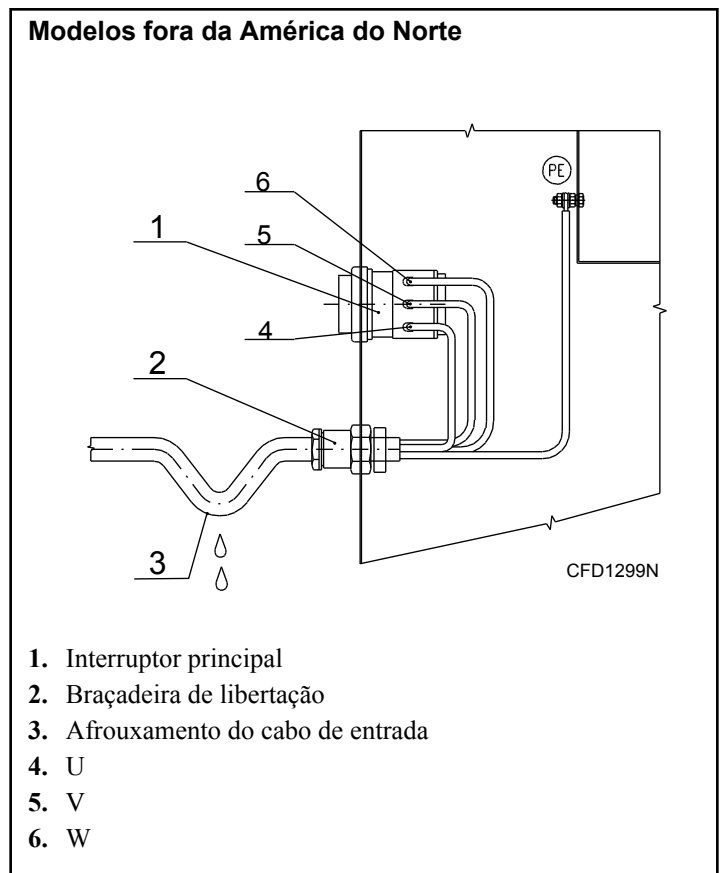
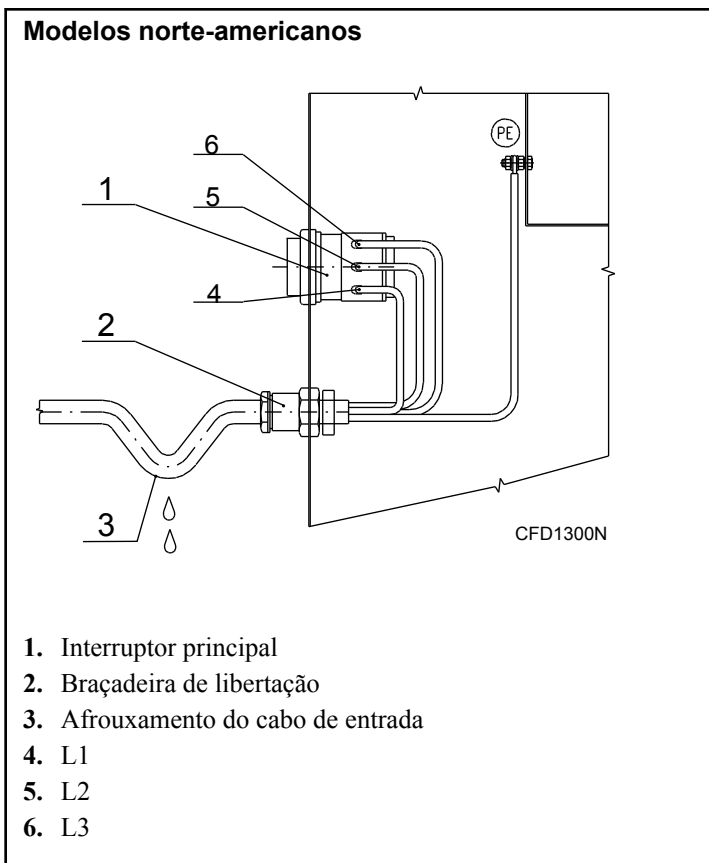

Figura 43
Figura 44
3. Com condutores entrançados, utilize tubos de extremidade de fio com uma manga isoladora (6) para os condutores L1/U, (L2/V), (L3/W), (N). Assegure-se de que não é possível um contacto acidental, uma vez que o cabo de alimentação fica sob tensão mesmo com o interruptor principal desligado.
5. Ligue os condutores do cabo de alimentação aos terminais de entrada (interruptor principal [1]) marcados com L1/U, (L2/V), (L3/W), (N) e ao terminal marcado com PE. Consulte .
6. Ligue os condutores do cabo de alimentação aos terminais de entrada (interruptor principal [1]) marcados com L1/U, (L2/V), (L3/W), (N) e ao terminal marcado com PE. Consulte *Figura 43* ou *Figura 44* .
7. Afrouxe uma secção do cabo, à frente da respetiva braçadeira de libertação. Isto evitará que água condensada pingue para a máquina. Consulte *Figura 43* ou *Figura 44*.